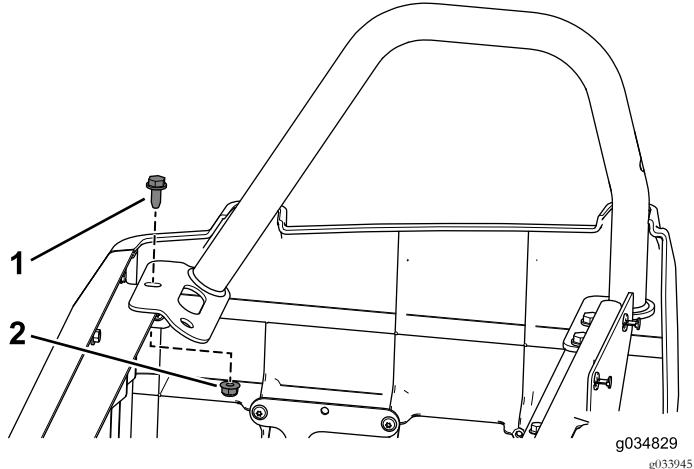

Рисунок 90
11. Используйте фланцевый болт (3/16 x 3/4 дюйма) и фланцевую гайку, снятые ранее, для крепления правого заднего ограничителя для бедра к основанию сиденья в сборе (Рисунок 90).